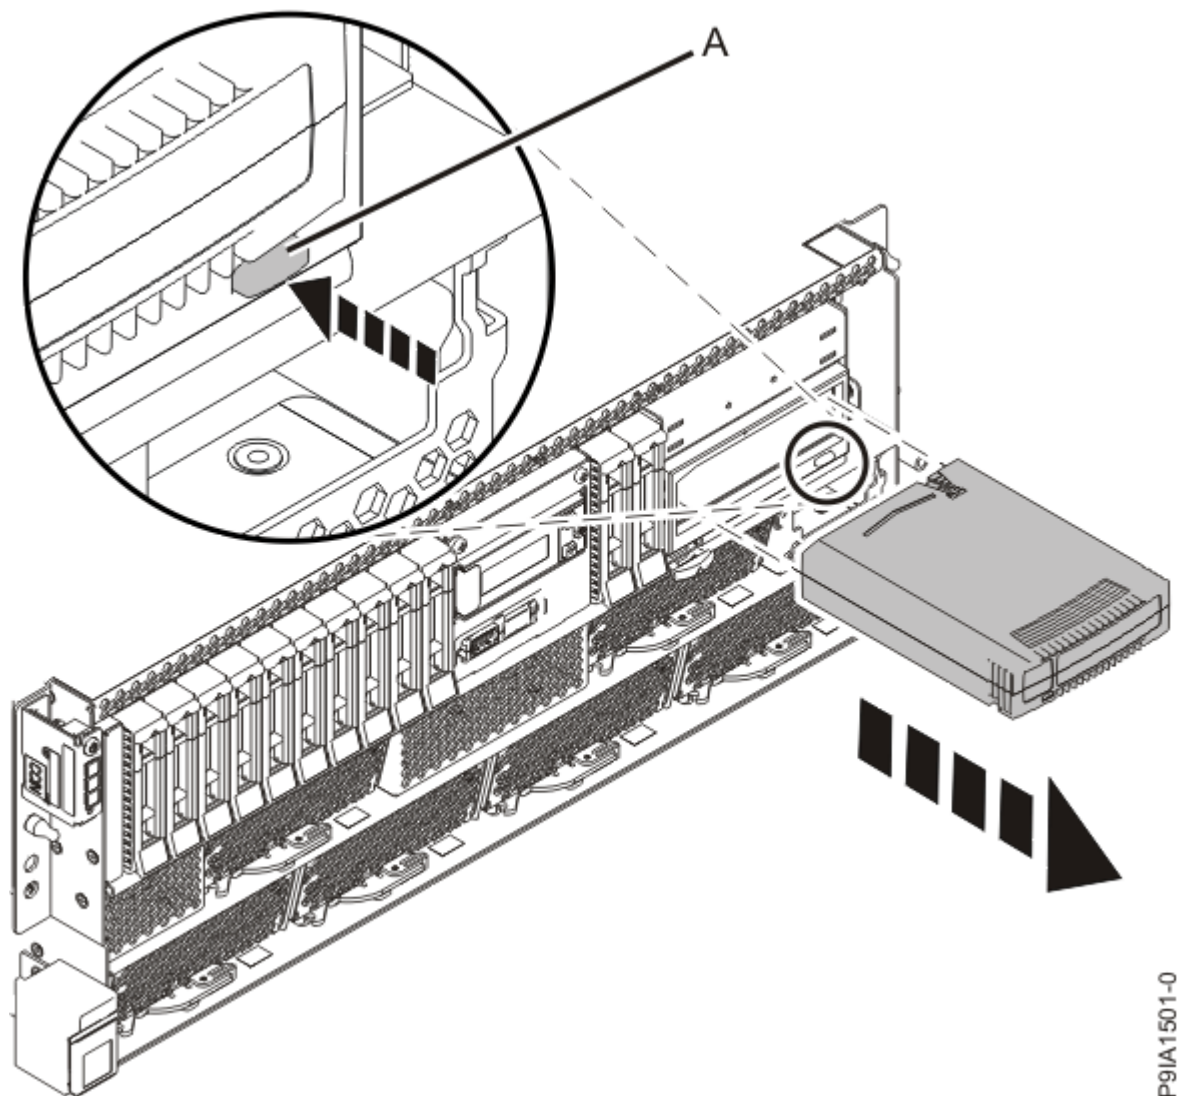

図 64. 内蔵 RDX ドッキング・ステーションおよび取り外し可能ディスク・ドライブの正面図
3. 75 ページの図 64 に示す内蔵 RDX ディスク・ドライブのイジェクト・ボタンを押します。